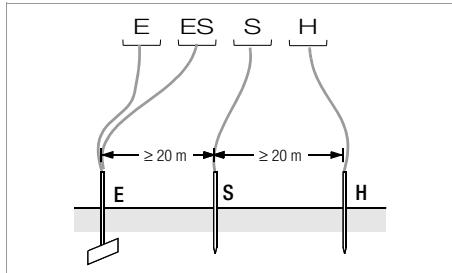

Figure 3 Mesure de la résistance de terre selon la méthode à quatre fils
- ▷ Installez les perches de la sonde et de la prise de terre auxiliaire à au moins 20 m et 40 m de la prise de terre (voir figure 3, page 19).